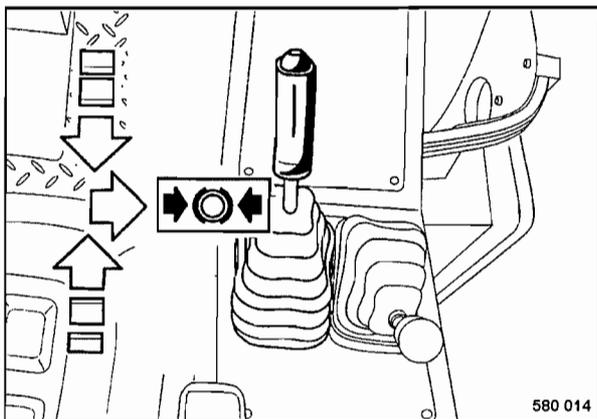

Fig. 26
- Comprobar si la palanca de marcha (Fig. 26) está bloqueada hacia la derecha en posición de frenado.